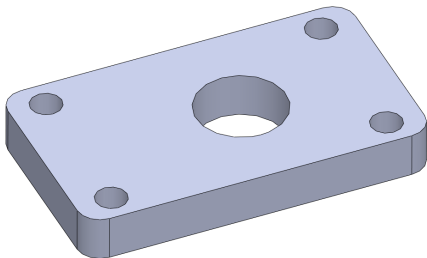

图 8-28 打开素材模型
(1) 单击常用工具栏中的【打开】按钮, 打开一幅素材模型, 如图 8-28 所示。